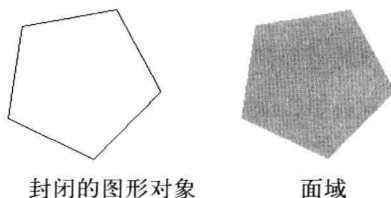

图 6-4-3
(3) 选择菜单命令“视图/视觉样式/概念”，会看到平面着色显示模式下，面域是一个有色彩的平面实体，而封闭的图形只有边线，如图 6-4-3 所示。